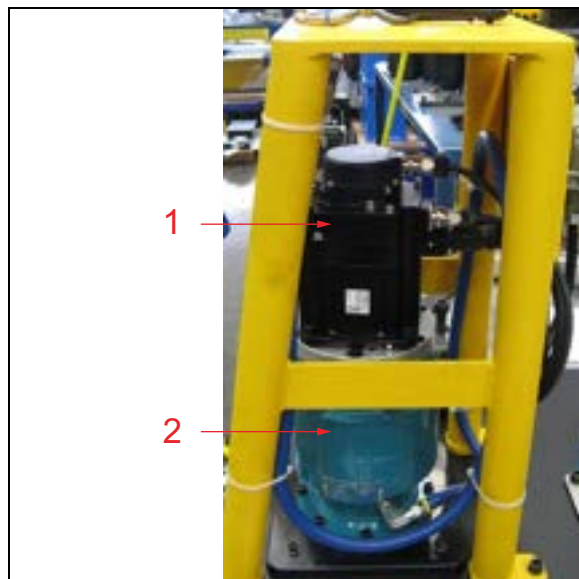

FIGURE 4-40. SERVOMOTEUR ET RÉDUCTEUR
2. Déposez le servomoteur et le réducteur planétaire (voir la Figure 4-40).